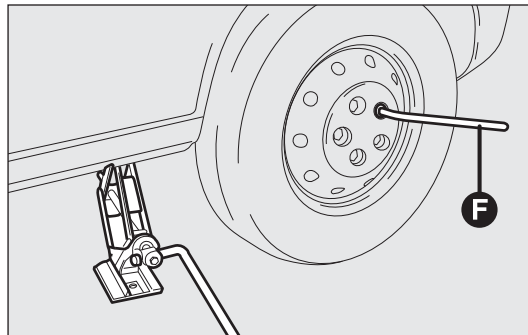

fig. 171
- svitare completamente con la chiave F-fig. 171 i bulloni ed estrarre la ruota;